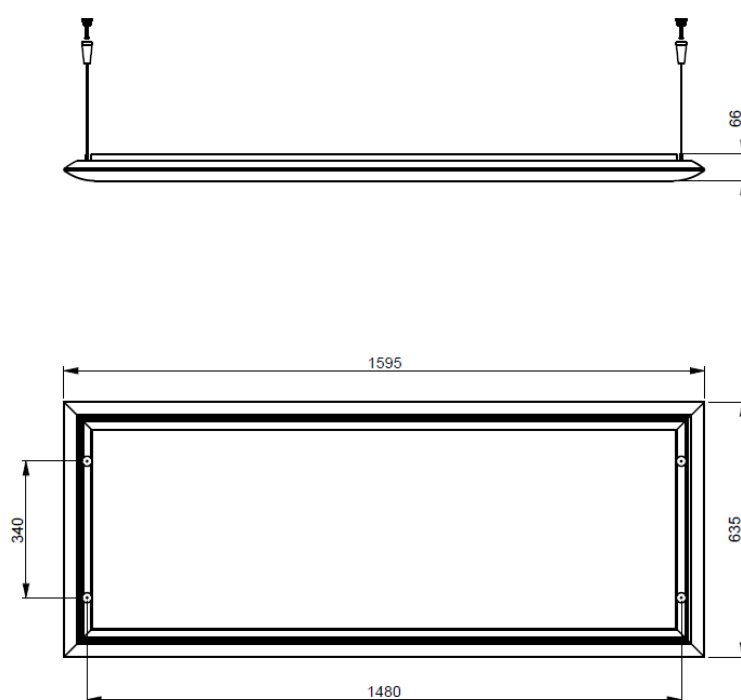

Fig. 1
- Forare il soffitto nella posizione predeterminata con una punta idonea (quote vedi 3.1-fig.1) e inserire i tasselli.